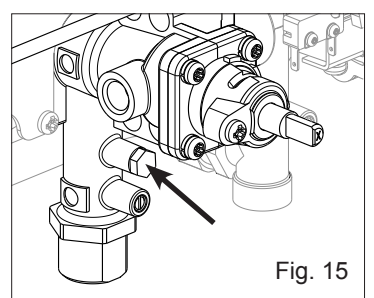

Fig. 15
- Remover a tampa de proteção (fig. 15)